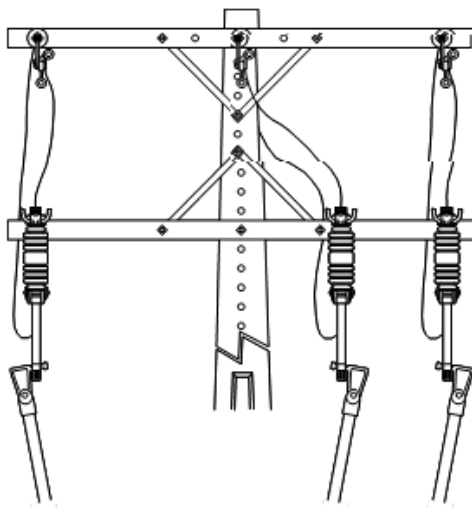

figura 1
- Posicionar o cabeçote da vara de manobra conforme a **figura 1**;